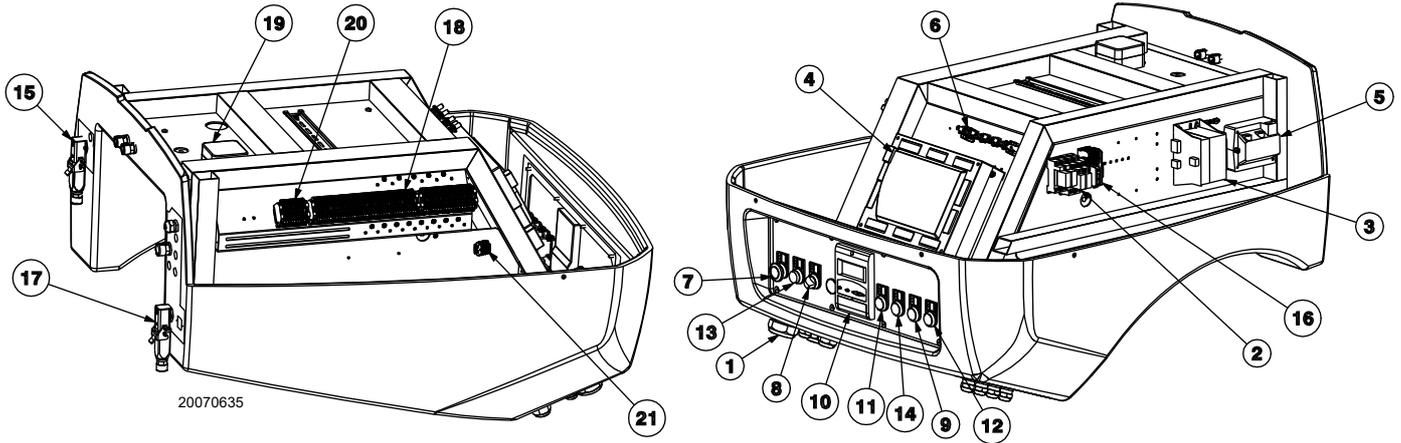

Abb. 5
- **Störabschaltung des Gerätes:** das Aufleuchten der Taste 13)(Abb. 5) (**rote Led**) weist auf eine Störabschaltung des Brenners hin. Zur Entriegelung die Taste 13) (Abb. 5) drücken.